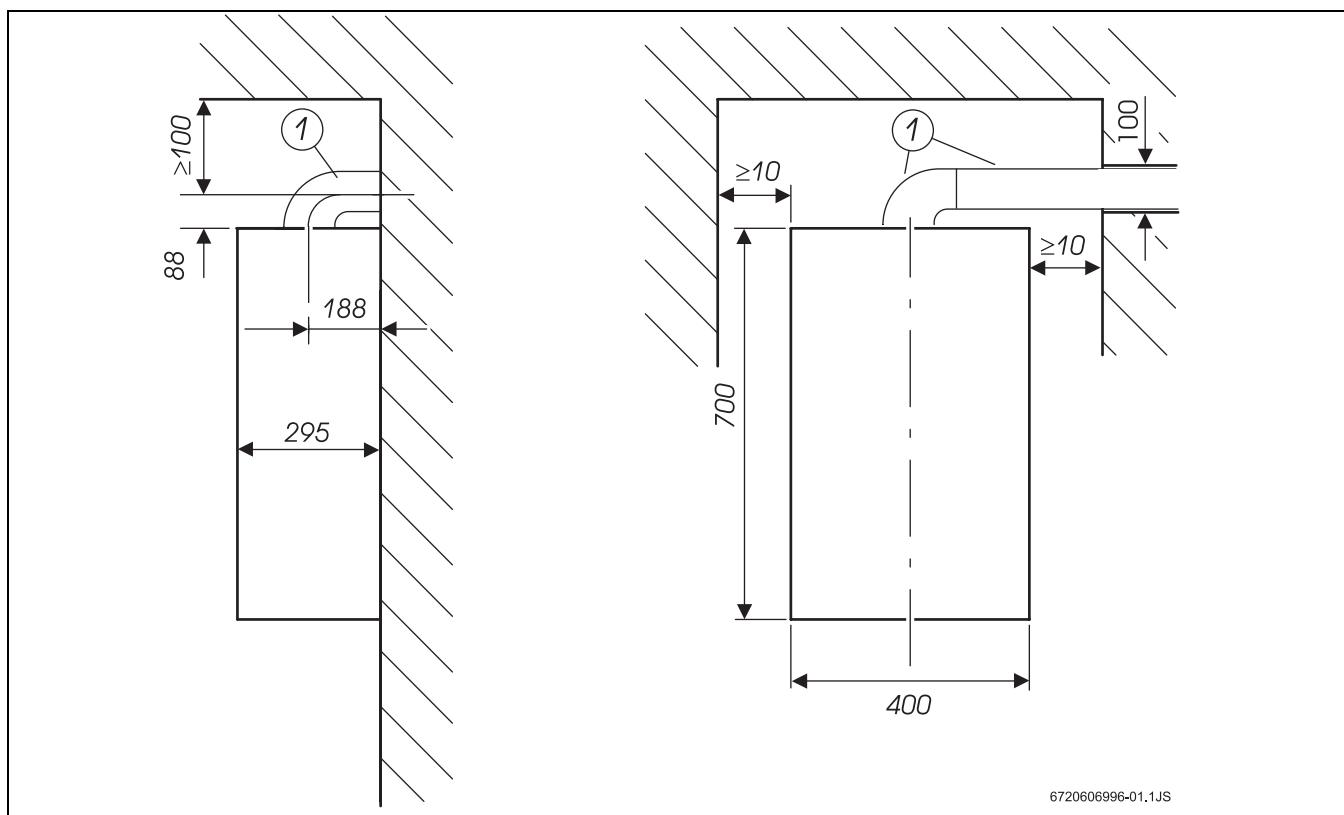
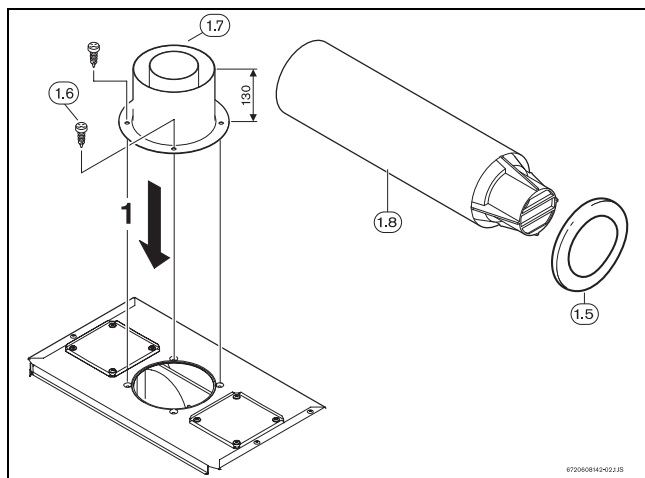

Fig. 7
Fig. 10
3.3.1 Evacuarea gazelor arse pe orizontală, cu AZ 388, AZ 389 (Fig. 7) și AZ 395 (Fig. 10, 11).